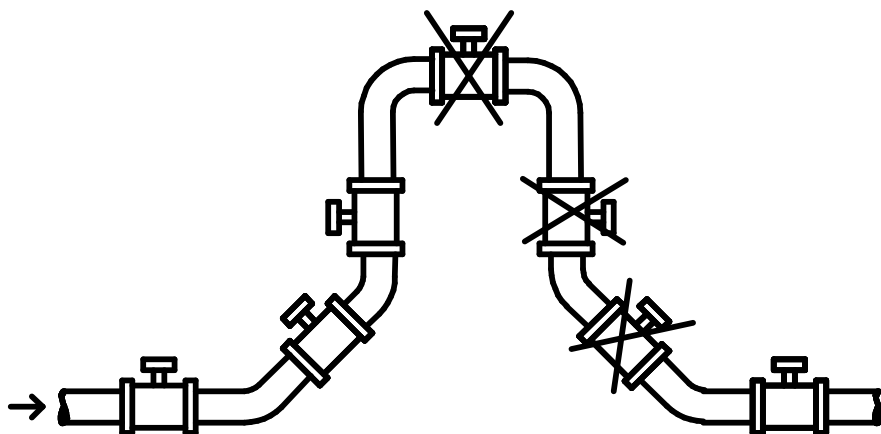

Рис. 2. Установка первичных преобразователей на трубопроводе.
2.2.2.1. Первичный преобразователь расхода электромагнитного типа (см. Приложение 2) может быть установлен на горизонтальном, вертикальном или наклонном восходящем участках трубопровода при условии, что весь объем трубы первичного преобразователя в рабочих условиях заполнен измеряемой средой (см. Рис.2), а ось электродов первичного преобразователя приблизительно горизонтальна (угол наклона оси электродов не более 20°).